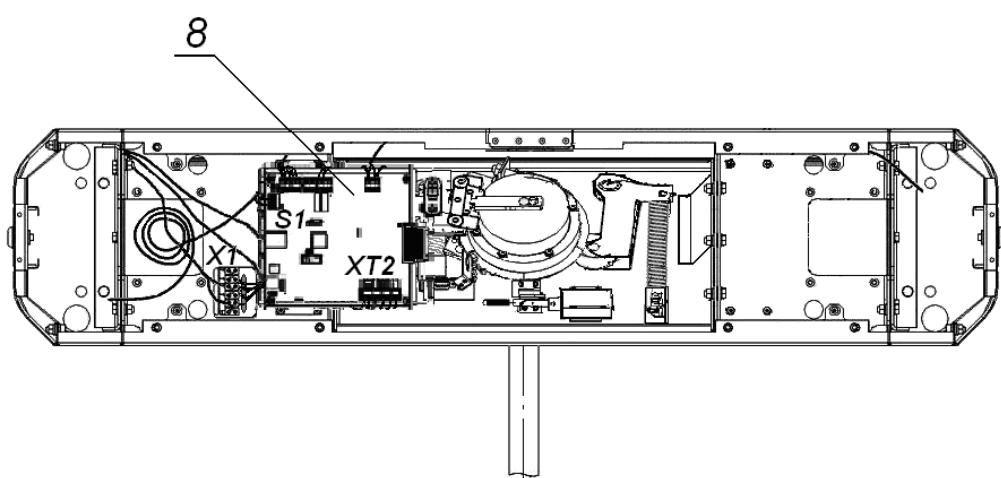
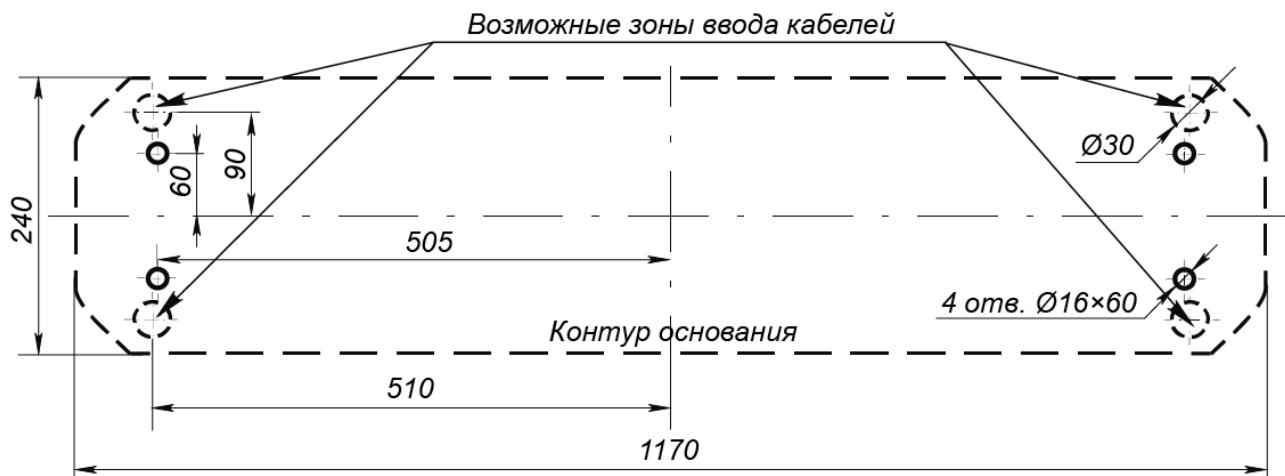

Рисунок 10. Схема прокладки кабелей в стойке ЭП:
Рисунок 11. Схема разметки для установки стойки ЭП
3. Подготовьте в полу отверстия под гильзы анкеров для крепления стойки ЭП (см. рис. 11).
4. При необходимости прокладки кабелей под поверхностью пола подготовьте в полу кабельный канал, подходящий к одной из зон подводки кабелей, указанных на рис. 11 для ввода кабелей в стойку ЭП.
10. Снимите крышку ЭП (3), отвернув ключом установочный винт (19). Порядок снятия крышки указан в разд. 6.
11. Протяните кабели внутри стойки. Рекомендуемое расположение кабелей при прокладке внутри стойки показано на рис. 10.
15. Выполните заземление стойки ЭП в соответствии с требованиями ПУЭ («Правила устройства электроустановок»). Контакт заземления **Z3** (см. рис. 10) находится за боковой заглушкой (9) стойки. Для крепления кабеля заземления на контакте используйте гайку M4.
16. Подключите кабель *Ethernet* (16) к разъему **S1** на плате контроллера ЭП.
19. После подключения всех кабелей и закрепления стойки на полу установите на место крышку (3) и заглушки стойки в порядке, обратном снятию.